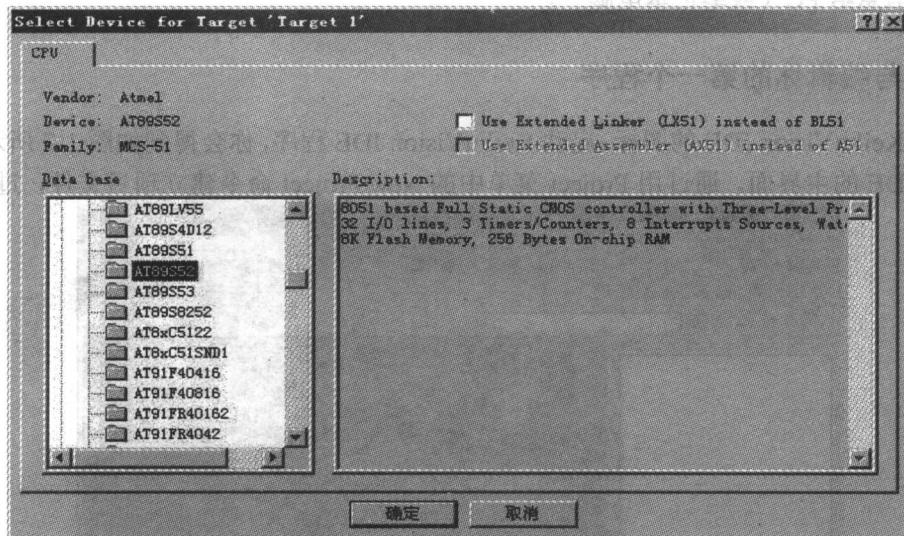

图 1-10 单片机型号选择窗口
(2) 在文件名中输入“HelloRoBot”，保存在你想保存的位置（如 D:\C51 单片机应用与 C 语言程序设计\程序\Chapter 1），可不用加后缀名，单击“保存”按钮，会出现如图 1-10 所示的窗口。